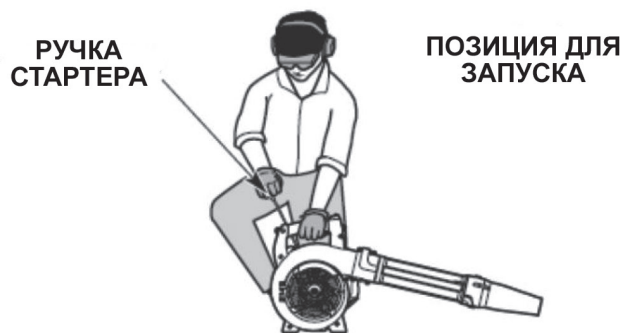

РИС. 11
- 5) НЕ нажимайте на ручку газа. Присядьте в исходном положении (рис. 11).
- 6) НЕ нажимайте на ручку газа. Потяните пусковой трос контролируемым и равномерным движением от 3 до 5 раз, чтобы запустить двигатель (рис. 11).